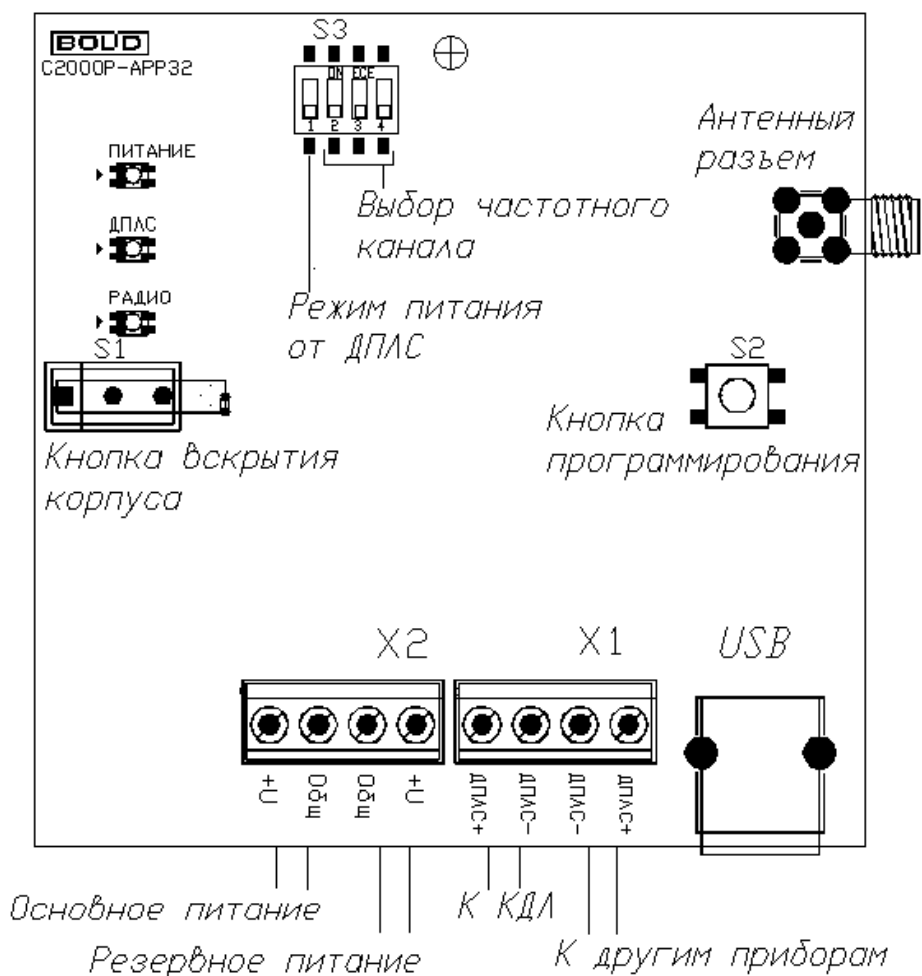

Рисунок 4.1 «С2000P-APP32»
Существует два режима питания APP32, выбор режима осуществляется посредством переключателя S3.1 (см. Рисунок 4.1):
**В режиме питания от внешних источников**, подключаемых к клеммам X2 (см. Рисунок 4.1), при штатной работе системы отсутствует потребление из сети ДПЛС. В данном режиме APP32 контролирует напряжение внешних источников питания, которое должно находиться в диапазоне от 9 до 28 В.
АРР32 имеет три двухцветных светодиодных индикатора (см. Рисунок 4.1):
2. Подключите антенну, входящую в состав прибора, к антенному РЧ разъему на плате (см. Рисунок 4.1);
Выбор РЧ канала осуществляется посредством переключателей S3.2—S3.4 (см. Рисунок 4.1). После выбора канала, APP32 и все подключённые к нему РУ переходят на выбранный канал в течение 90 с.